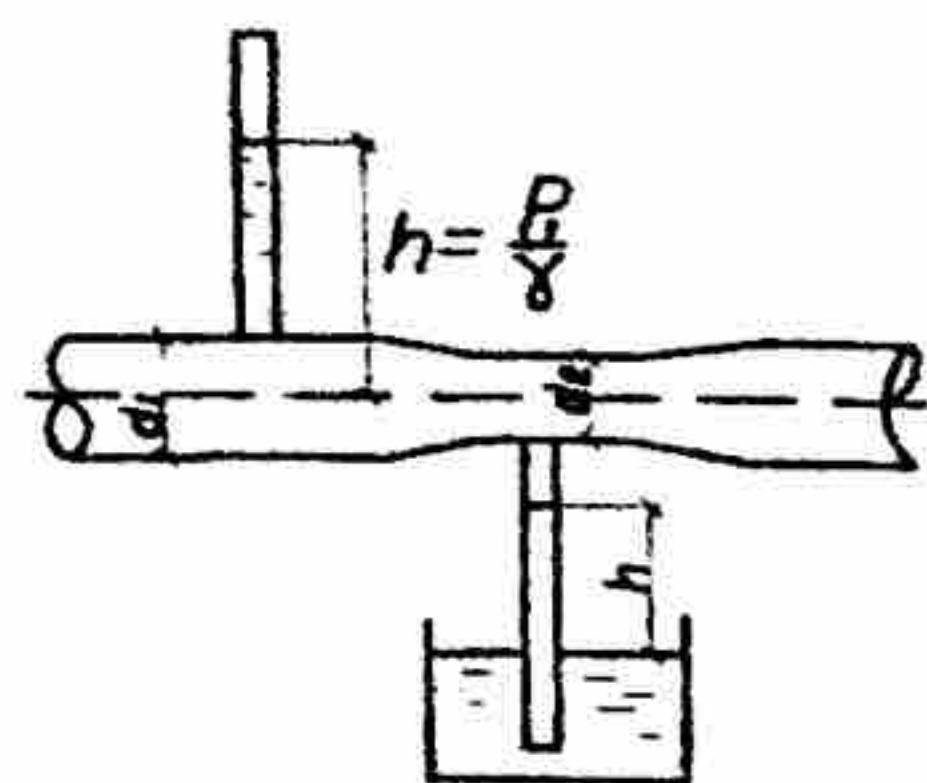

Рис.10
11. Определить на какую высоту поднимется вода в трубке, один конец которой присоединен к суженному сечению трубопровода с $d_2 = 40 \text{ mm}$, а другой опущен в воду. Расход воды в трубе Q , избыточное давление в расширенной части трубопровода с диаметром $d_1 = 100 \text{ mm}$ составляет $P_1 = 4,9 \cdot 10^4 \text{ Pa}$ (рис. 10). Гидравлическими потерями пренебречь.